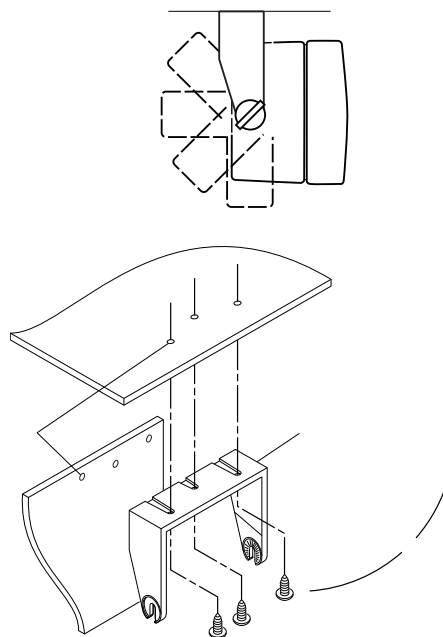

Abbildung 38 Montage des Lautsprechers unter dem Armaturenbrett
5. Befestigen Sie die Halterung mithilfe der mitgelieferten Schrauben (vgl. Abbildung 38).